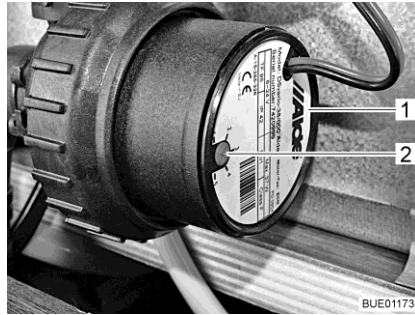

Fig. 218 Reducción de la velocidad
La velocidad de la bomba de circulación se puede ajustar con el regulador giratorio (Fig. 218,2). Con una velocidad reducida disminuyen los ruidos de rodadura de la bomba.
El regulador giratorio se encuentra en la bomba de circulación (Fig. 218,1).
- Girar el regulador giratorio (Fig. 218,2) en sentido contrario a las agujas del reloj. Se reduce la potencia.